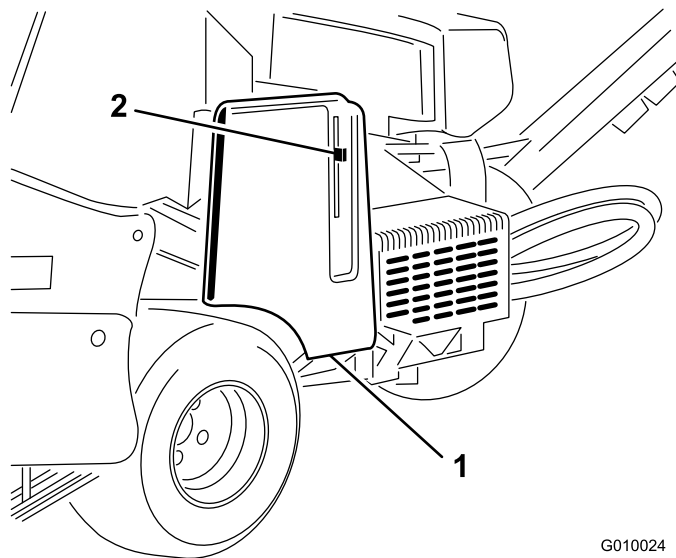
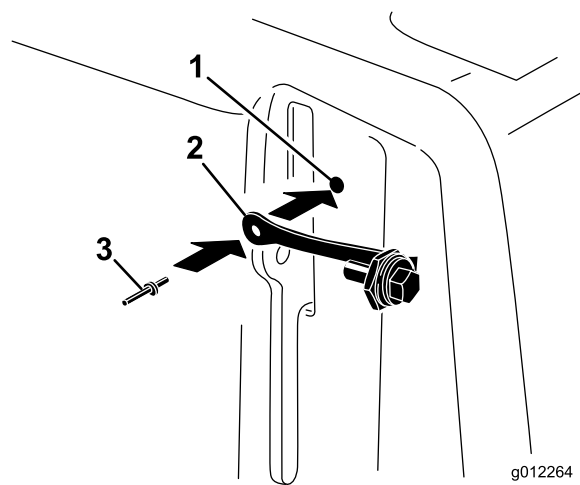

Рисунок 16
Рисунок 17
- Найдите отверстие в крышке ремня рядом с пазом для рычага фиксатора (Рисунок 16 и Рисунок 17).
- Закрепите стропу в отверстии крышки ремня с помощью закладной заклепки (Рисунок 17).